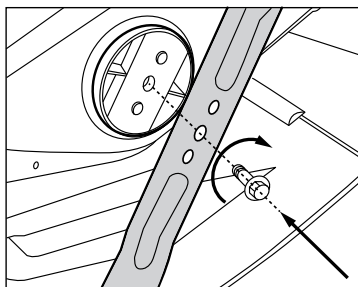

Рис. 16
5. Закрепите новый нож болтом, подложив под него шайбу. Необходимо обратить внимание на то, чтобы нож был правильно ориентирован (рис. 16).